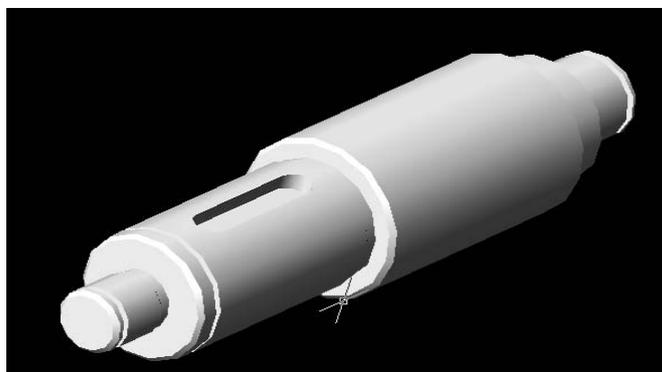

Рисунок 5.2
- выполнить построение шпоночного паза (рисунок 5.2). Для этого применить команду **Вычитание**, указать объект, из которого будет выполняться вычитание (вал), затем через **Ввод** указать объект, который будет вычитаться (шпоночный паз):